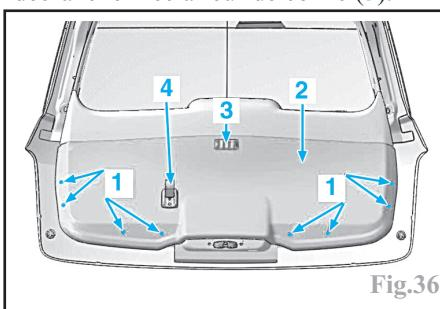

Fig.36
- dégrafer les fixations (1) à l'aide d'une pince à dégarnir (Fig.36).
- dégager la garniture (2).
- débrancher l'éclaireur de coffre (3).